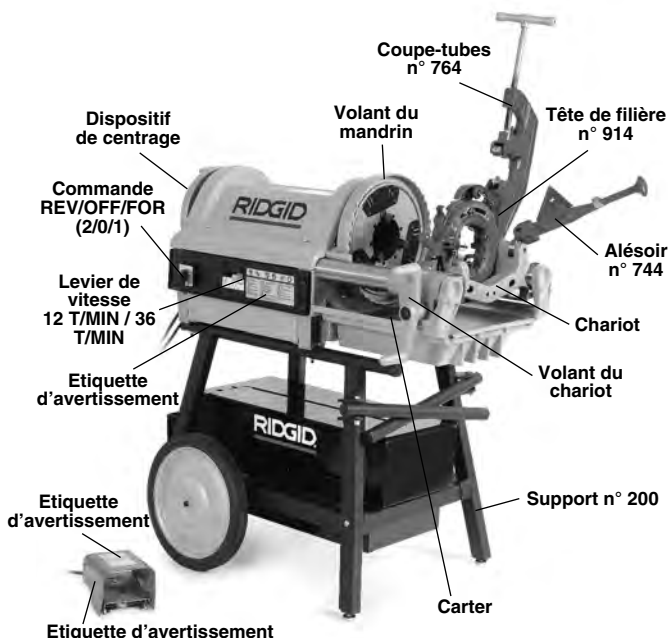

Figure 1 – Fileteuse 1224
- La présence et la lisibilité des étiquettes de sécurité (Figures 1).